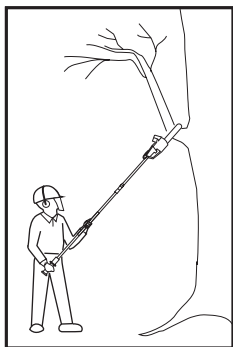

Fig. 33
1. Înainte de utilizare, asigură-te că teaca lamei de ghidare (18) este scoasă și acumulatorul (32) este montat.
3. Ține întotdeauna produsul bine cu ambele mâini de manșonul confortabil (7a) și de mânerul posterior (1). Nu opera niciodată produsul cu o singură mână (fig. 33).